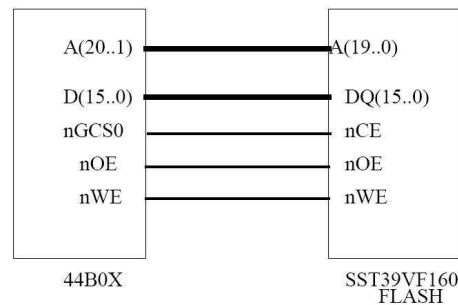

Figura 3.5: Conexión entre el S3C44B0X y la ROM Flash de la placa .
- Memoria ROM Flash de 1Mx16bits, ubicada en el banco 0 del S3C44B0X y cuyo rango de direcciones es  $[0x00000000-0x001FFFFF]$ . La figura 3.5 ilustra el esquema de conexión entre el chip S3C44B0X y la ROM.